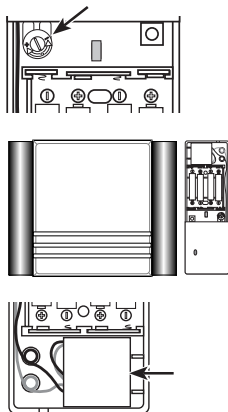

Figure 5
- Tournez le bouton de sensibilité du microphone du relais de carillon dans le sens des aiguilles d'une montre de façon à accroître la sensibilité du microphone (voir la Figure 5).
- Déplacez le relais de carillon autour du carillon existant (voir la Figure 5).
- Retirez le microphone du relais de carillon en le tirant doucement et en acheminant les fils à travers la petite fente du relais de carillon (voir la Figure 5). Fixez le microphone au carillon existant à l'aide de ruban adhésif à double face. *Remarque* : Ne fixez pas le microphone aux barres du carillon et assurez-vous que le petit trou du microphone n'est pas couvert par le ruban adhésif à double face.
les fausses détections pouvant être causées par d'autres sons (voir la Figure 5).